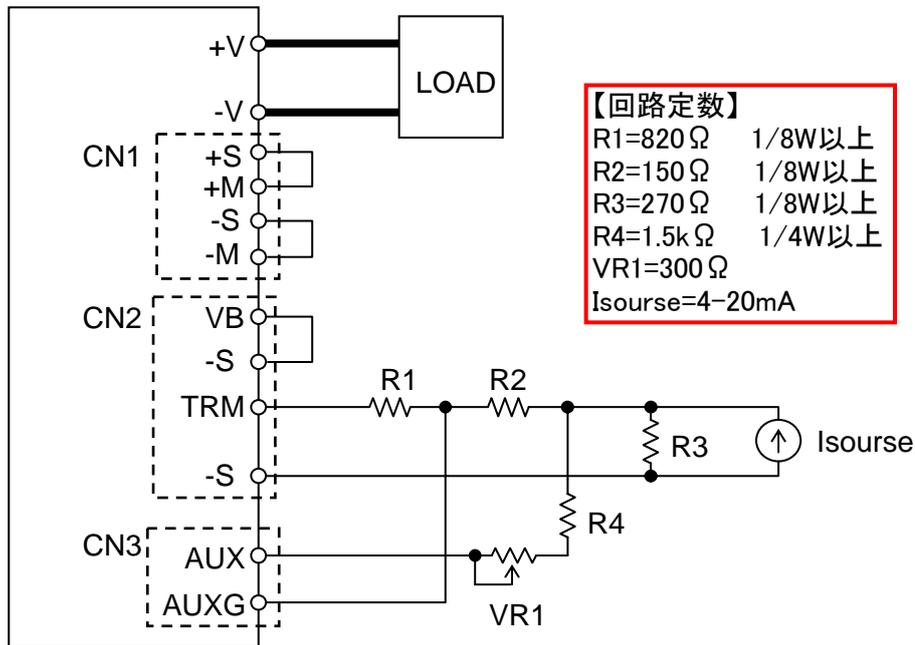

図1.2.11 外部電流信号による出力電圧可変(例:PBA300F-12)
出力電圧可変回路を図1.2.11に示します。出力電圧可変範囲は、以下の通りとなります。
- ・CN1、CN2の-S端子はそれぞれ内部で接続されています。図1.2.11では各々を使用していますが、どちらか一方のみで構成しても問題ありません。
⑥ 並列運転における、外付けボリュームでの出力電圧可変